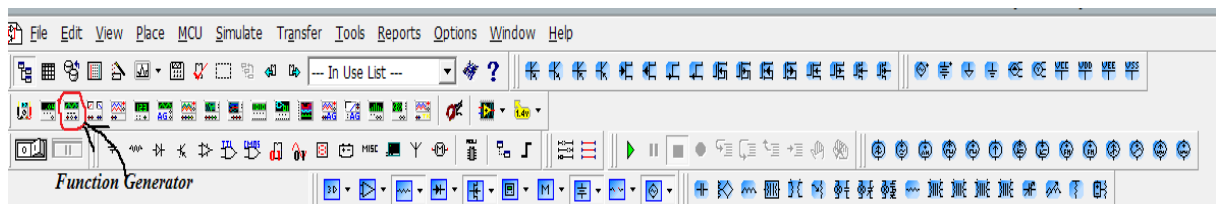
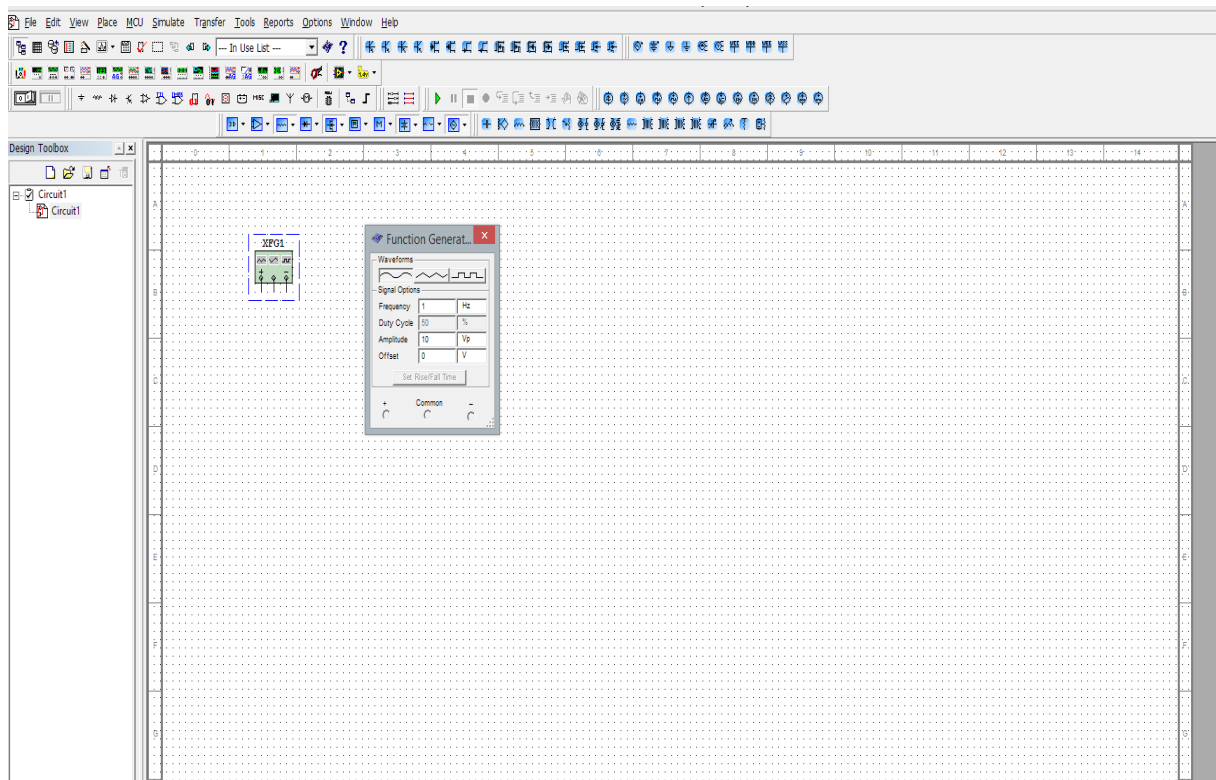

Рис. 22. Выбор генератора
Рис. 23. Внешний вид генератора в среде Multisim
Настройка параметров приборов. Перед запуском схемы проведите настройку параметров генератора, ОУ и пассивных элементов. Настройка генератора (рис. 22): левой кнопкой мыши щелкнуть на генератор, появляется окно, в котором установите частоту («Frequency») равной 1к Гц (1 *kHz*), амплитуду («Amplitude») – 1 мВ (рис. 23). Для настройки параметров ОУ выполняются аналогичные операции. Открывается окно, изображённое на рис. 24, установите необходимые значения параметров ОУ: *Unity-Gain Bandwidth (FU)* – частота единичного усиления *fed*, *Open Loop Gain* – коэффициент усиления ОУ.